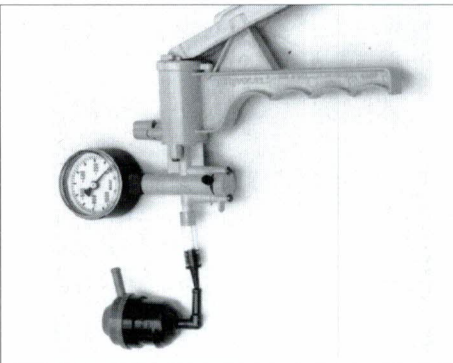

fig. 11.38
- Ventil waagrecht prüfen (fig. 11.38).
- Contrôler la soupape en position horizontale (fig. 11.38).